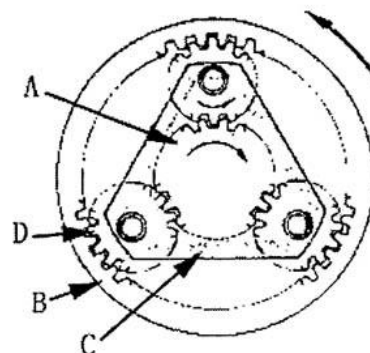

Рис. 5-13
(2) Когда водило зафиксировано Момент вращения солнечной шестерни (А) передается планетарным шестерням (D). Т.к. водило находится в фиксированном положении, планетарные шестерни, сцепленные с солнечной шестерней, вращаются в одном направлении. А венечная шестерня (В), сцепленная с планетарными шестернями вращается в направлении, противоположном солнечной шестерне. Следовательно, момент вращения солнечной (А) шестерни передается венцовой шестерне (В). (См. рис. 5-13)